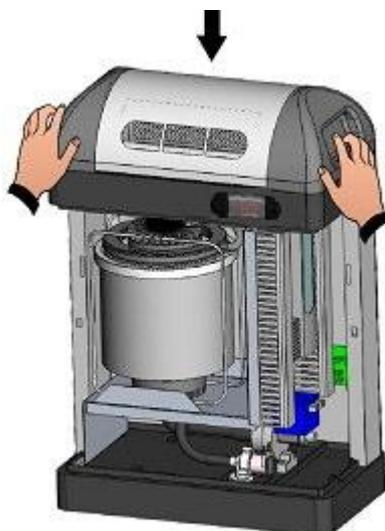

Fig. 4
5. Fixer la tête de ventilation au-dessus de l'humidificateur, en la plaçant dans la partie supérieure de celui-ci. La fixation s'effectue par pression, sans l'aide de vis (**Fig.4**).